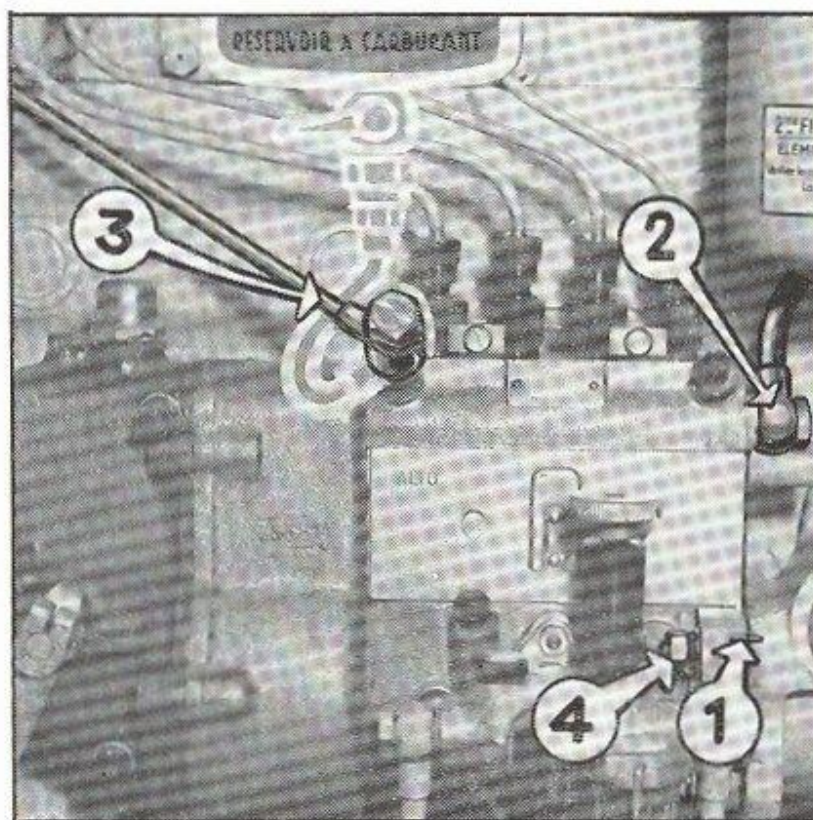

Fig. 29. — Repérage pour le calage de la pompe à injection.
- Après avoir procédé à l'accouplement des cannelures, disposer face à face les repères (rep. 1, fig. 29) frappés sur le support et sur la bride de la pompe, puis bloquer énergiquement les quatre écrous de fixation munis de leurs rondelles plates et grower.
- Démontez complètement la tuyauterie d'arrivée de combustible (rep. 2, fig. 29) à la pompe d'injection et obturer l'orifice découvert au moyen d'un raccord approprié.
- Démontez complètement la tuyauterie de retour (rep. 3, fig. 29) et disposer sur le raccord de la pompe, un petit réservoir à carburant.
- Desserrer les quatre écrous (rep. 4, fig. 29) fixant la pompe au moteur de façon à rectifier le point de fin d'injection, en jouant sur les lumières usinées dans le carter de pompe, puis resserrer un seul écrou. Réaliser ensuite une nouvelle vérification comme indiqué au point 6. Tenir compte toutefois, que durant ce contrôle, il ne sera plus nécessaire de manoeuvrer la pompe d'alimentation.
- Après vérification, bloquer énergiquement les quatre écrous (rep. 4, fig. 29).